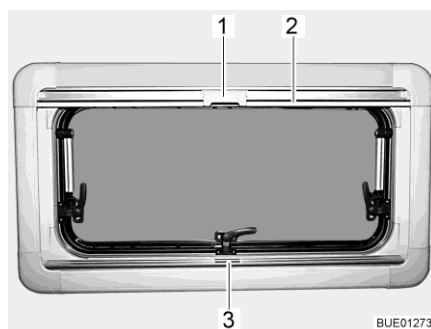
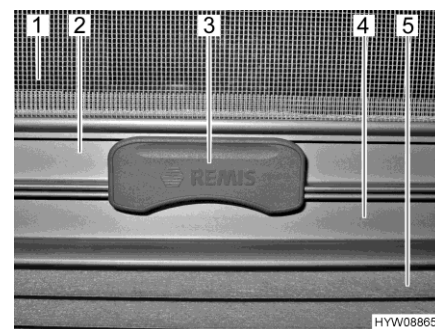

Fig. 19 Ventana abatible
Fig. 20 Cierre
El estor plegable (Fig. 20,5) se encuentra en la caja de la persiana inferior.
- Sujetar el estor plegable por el centro del agarradero (Fig. 19,3 y Fig. 20,4), tirar de abajo a arriba y soltarla a la altura deseada. El estor plegable se queda fijo a esta altura.
La mosquitera enrollable (Fig. 20,1) se encuentra en la caja de la persiana superior.
- Tirar del agarradero de la mosquitera enrollable (Fig. 19,2 y Fig. 20,2) hacia abajo hasta que choque con el agarradero del estor plegable (Fig. 20,4).
- Bloquear el cierre (Fig. 19,1 y Fig. 20,3) de la mosquitera enrollable con el agarradero del estor plegable. Si el cierre está bloqueado, el estor plegable y la mosquitera enrollable podrán ser ajustados juntos.
- Presionar la parte superior del cierre (Fig. 20,3) de la mosquitera enrollable.
- Regresar la mosquitera enrollable lentamente en el agarradero (Fig. 19,2).